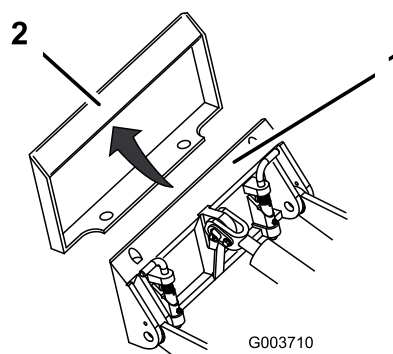

Figura 32
4. Posizionate la piastra di appoggio nel bordo superiore della piastra ricevente dell'attrezzo (Figura 32).